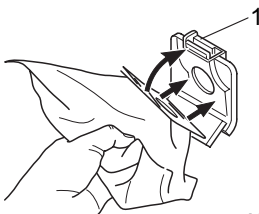

Abb. 21
6. Drücken Sie den Halte-Clip (Abb. 21/1) nach hinten und setzen Sie den neuen Staubbeutel wie in (Abb. 21) gezeigt ein.